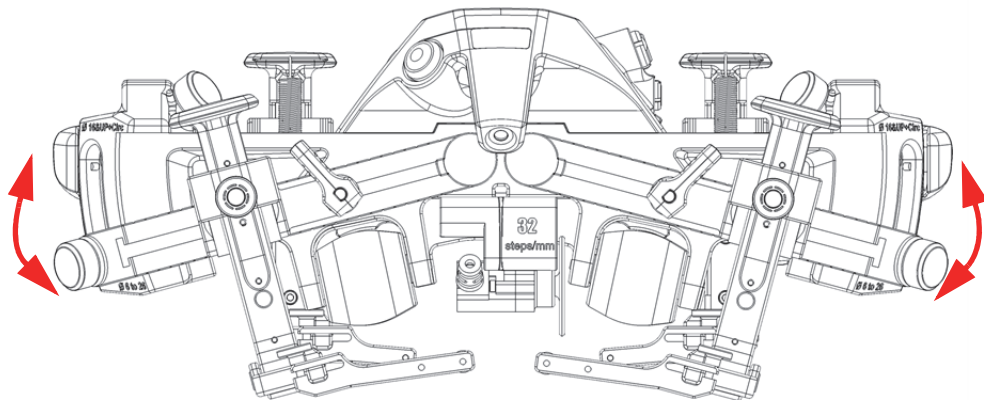

Figura 2-2 Carriles de montaje para soporte de sonda en posición descendida
2. Pivote los dos carriles de montaje para soporte de sonda hasta que alcancen sus límites de recorrido (ver Figura 2-2 en la página 40).